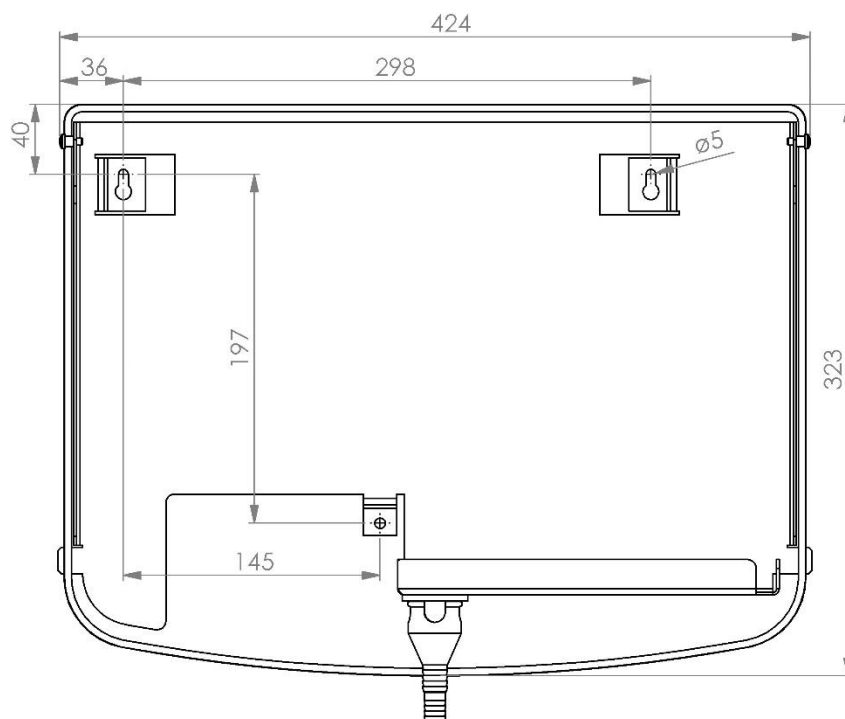

Figura 10
1. Faça os furos para fixação conforme representados na figura 10.